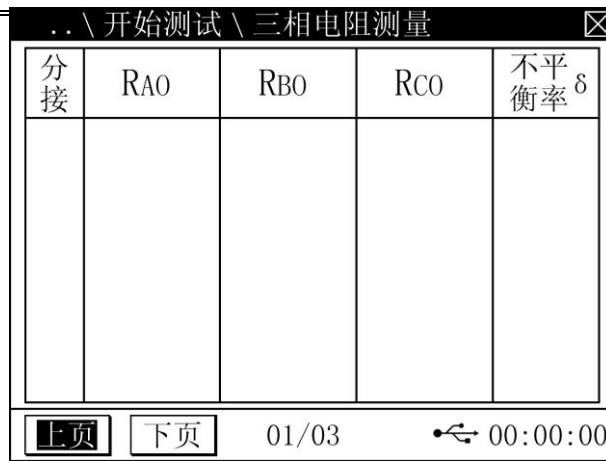

图 7.8
4) 将光标移到“显示”按钮,按“确认”键则显示暂存的结果,如图 7.8。按“返回”键则返回到测试界面。